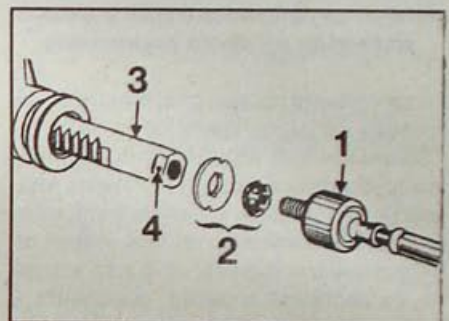

Рис. 9.18. Установка рулевой тяги :
- Установите на зубчатую рейку (3, рис. 9.18) упорную шайбу со стопорной шайбой (2) и новый осевой шаровой шарнир (1), нанесите на резьбовую часть небольшое количество клея-герметика LOCTITE FRENBLOC.